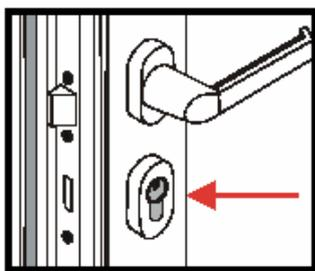

Bild 4
- o Benutzen Sie zum Abschmieren des Schließzylinders (siehe Bild 4) ausschließlich Graphitpulver.